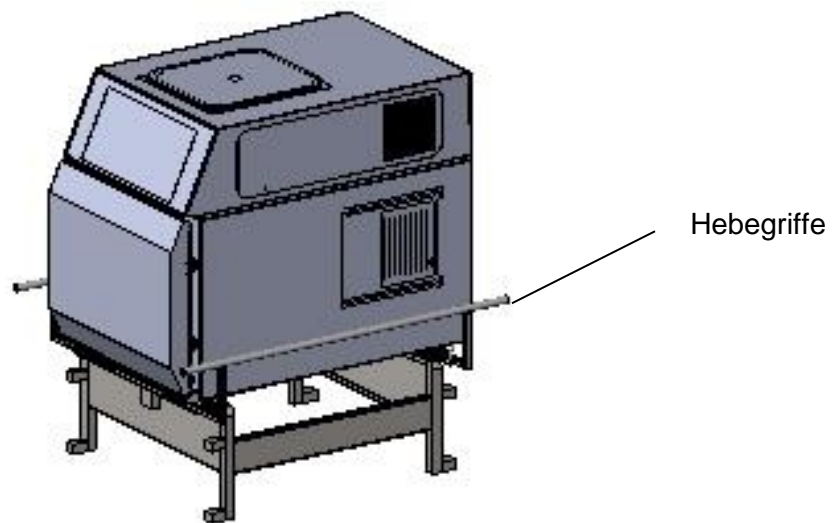

Abb. 3: Sterilisator 65 TC auf der Multifunktionspalette
- ◆ Setzen Sie den Sterilisator 65 TC auf der Multifunktionspalette ab. (siehe Abb. 3:).